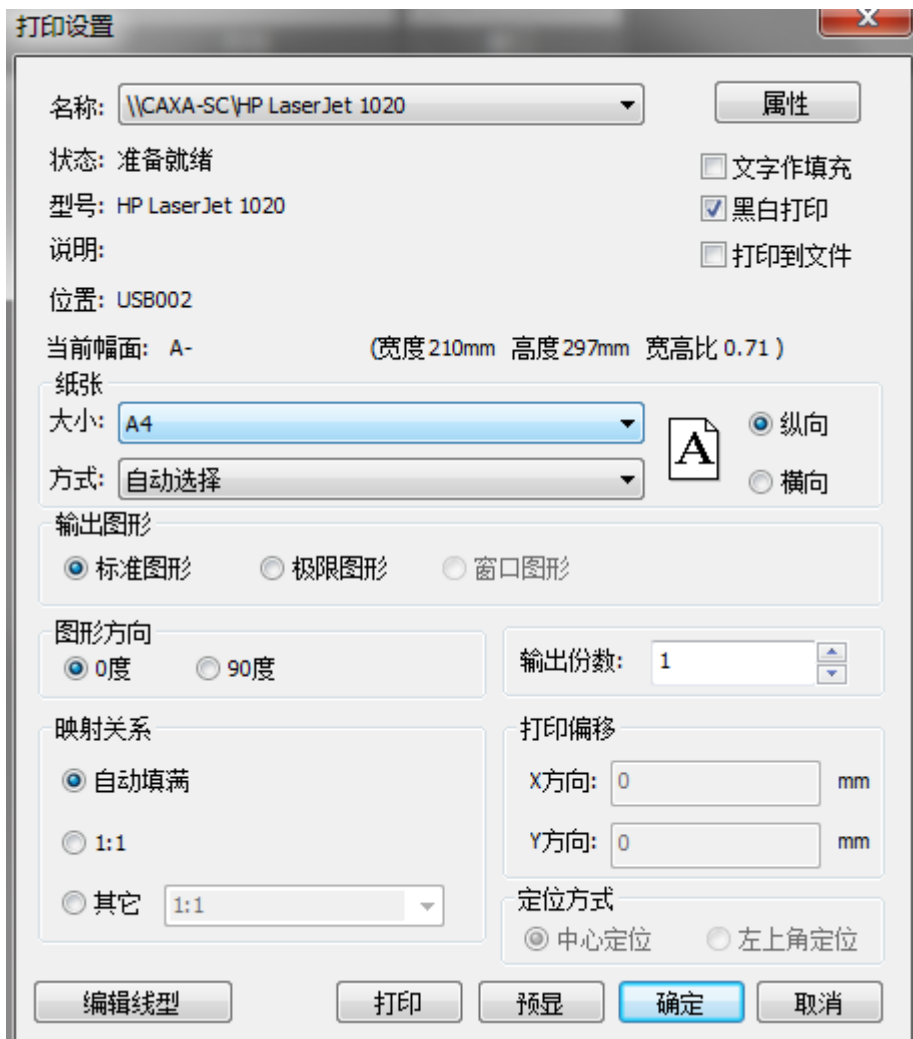

图 7-16 打印设置对话框
- 1) 打印设置：设置打印机、纸张、输出图形、线型等打印参数，与 7.1 节中介绍的打印功能设置方法基本相同，打印设置对话框如图 7-16 所示。